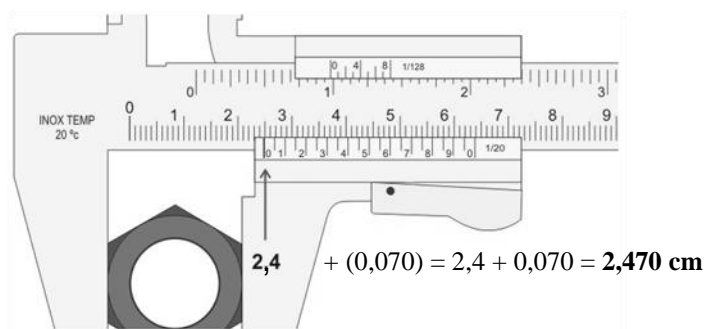

Figura 7. Leitura do nônio num exemplo de medida de diâmetro externo.
4. Leia a parte fracionária da medida observando qual traço do nônio coincide com algum traço da escala fixa. Este traço vai fornecer mais casas decimais na leitura. No nosso exemplo, o traço coincidente é o 7, que representa 0,70 mm, ou seja, 0,070 cm. A leitura final deste exemplo é apresentada na Figura 7.